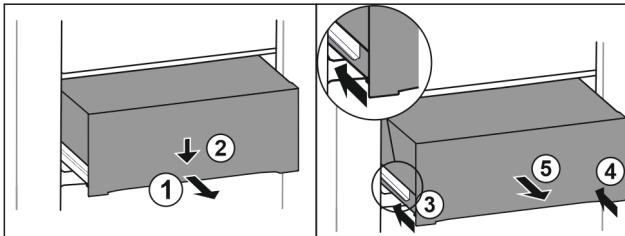

Fig. 179
- Tirer le tiroir jusqu'à mi-chemin. Fig. 179 (1)
- Appuyer sur l'avant du tiroir vers le bas. Fig. 179 (2)
- Insérer le rail gauche d'env. 2 cm. Fig. 179 (3)
- Insérer le rail droit d'env. 2 cm. Fig. 179 (4)
- Retirer le tiroir par l'avant. Fig. 179 (5)